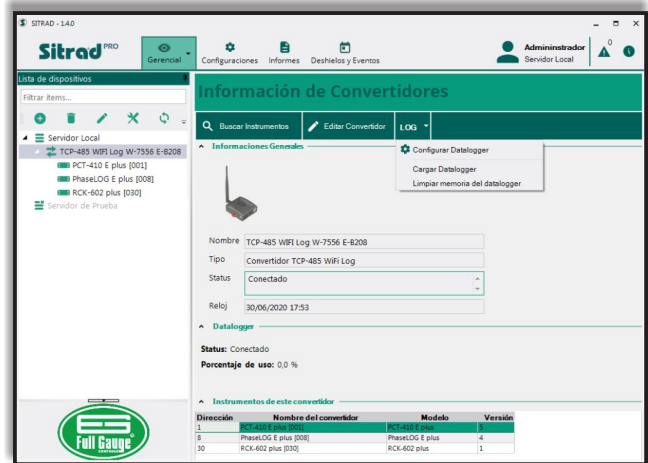
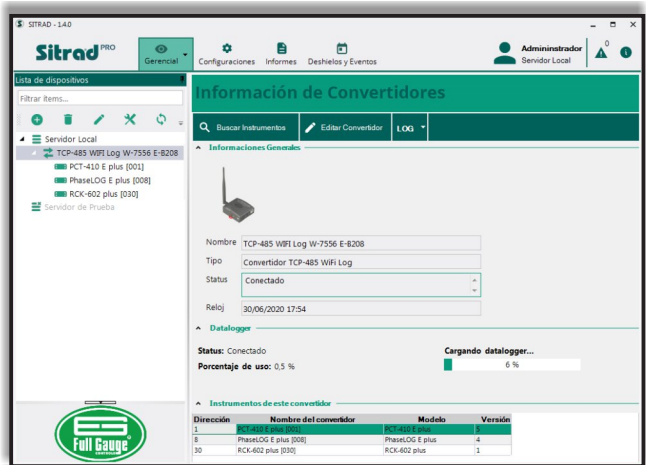
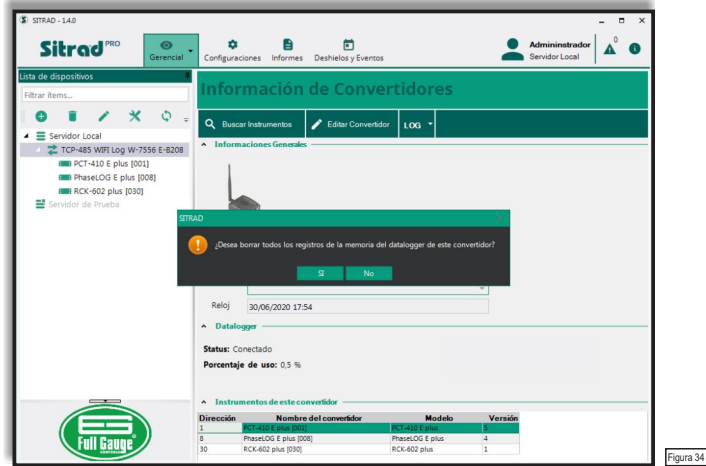

Figura 31
Figura 33
Figura 34
Paso 1: Con el convertidor seleccionado, seleccione en la guía **Informaciones del Convertidor** → el menú **LOG Configurar Datalogger** (Figura 31).
Para cargar el Datalogger del convertidor, seleccione en la guía **Informaciones del Convertidor** (Figura 31) el menú **LOG** → **Cargar Datalogger**. En la sección **Datalogger**, la barra de progreso indica el proceso y el porcentaje transcurrido de carga del datalogger (ver Figura 33).
Para borrar los datos del Datalogger del convertidor, seleccione en la guía **Informaciones del Convertidor** (Figura 31) el menú LOG → Limpiar memoria del Datalogger. Se exhibirá una ventana confirmando la operación (Figura 34). Seleccione **Sí** y todos los logs serán borrados de la memoria del convertidor.